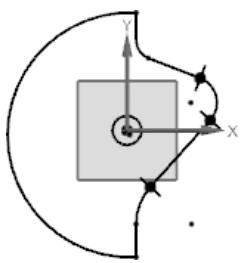

图 5.12.3 绘制圆角
**Step 4** 选择下拉菜单 **插入(S)** → **曲线(C)** → **圆角(F)...** 命令，绘制图 5.12.3 所示的圆角。